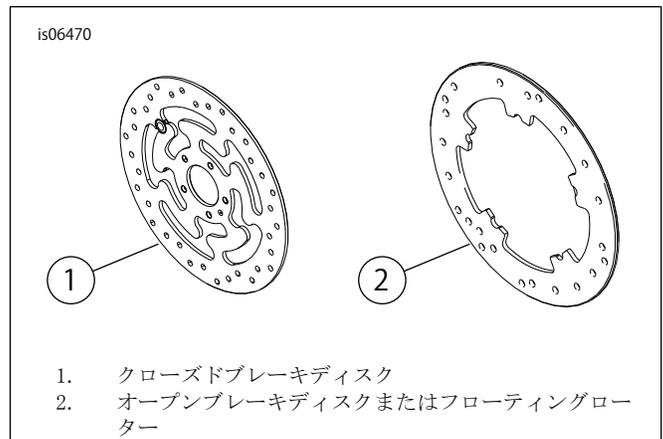

図1。フロントブレーキディスクスタイル
- Brake Disc Screw (ブレーキディスクスクリュー) (「図1」および「表1」を参照してください。)